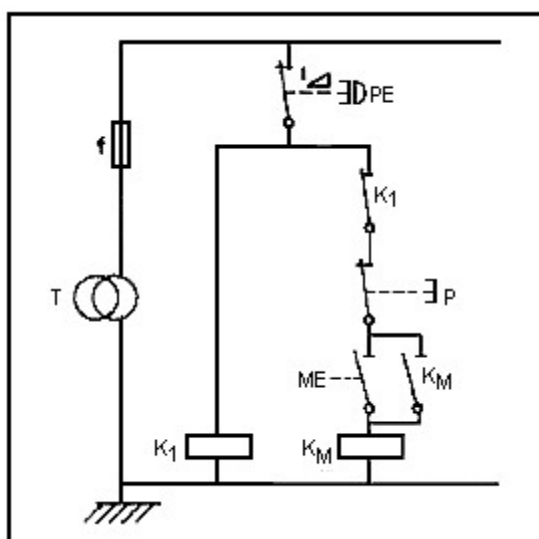

Fig 1
- Modificació del cablejat de tots els cubicles segon la fig 1 per implementar el botó de parada en la maniobra local del cubicle sense que afecti a l'aturada d'aquest en mode remot. El relé que actualment envia al PLC la senyal d'aturada d'emergència passaria a ser polsador d'aturada.